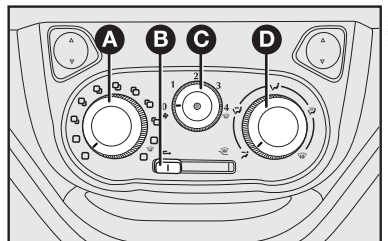

fig. 52
COMANDOS - fig. 52
1) Seletor para a temperatura do ar **A-fig. 52** totalmente posicionado à esquerda.
2) Seletor do ventilador **C-fig. 52** posicionado na velocidade máxima.
3) Seletor de distribuição do ar **D-fig. 52** apontado para ; controlar para que todas as saídas de ar estejam totalmente abertas.
4) Ligar o ar-condicionado apertando o seletor a partir da posição 1 **C-fig. 52** (a luz-espia no seletor irá acender).
O ar-condicionado é muito útil para acelerar o desembaçamento, pois desumidifica o ar. É suficiente regular os comandos para a função de desembaçamento e ativar o condicionador, apertando o seletor **C-fig. 52**.
1) Condicionador de ar ligado: seletor **C-fig. 52**.